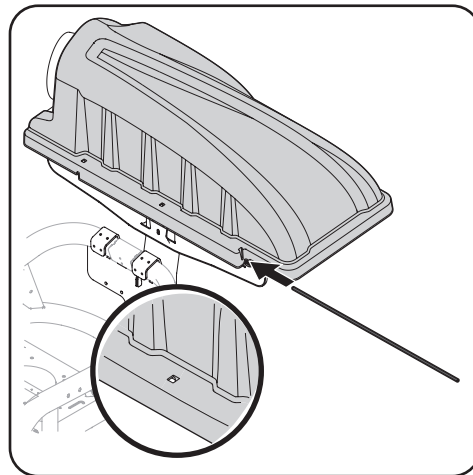

Figura 4-21
- Con el canal de descarga del tractor levantado y manteniéndolo abierto (1), coloque el codo del canal ubicando la varilla de montaje del codo del canal en la lengüeta de montaje del canal (2), como se muestra en la Figura 4-21.